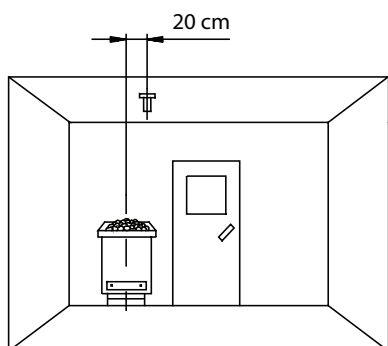

Рис. 7
Обращаем Ваше внимание, что указанные здесь размеры относятся к значениям, заданным при испытании устройства по стандарту EN 60335-2-53. Принципиально монтировать датчик печи в месте, где ожидается самая высокая температура. Обзор места монтажа датчика приведен на рис. 7 - 9.
1. Датчик печи монтируется в кабинах размером до  $2 \times 2 \text{ м}$  согласно рис. 7 и 8, а в кабинах большего размера согласно рис. 7 и 9.